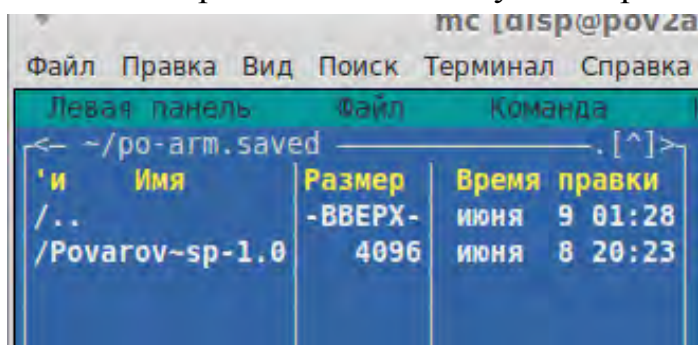

Рисунок 7. Копирование текущей версии ПО АРМ.
7.1.9. Скопировать каталог текущей версии ПО АРМ (Рисунок 7).